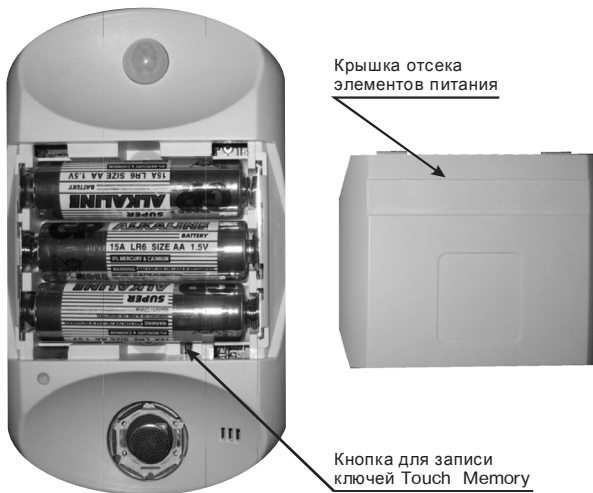

Рисунок 3.
- 1 Откройте крышку отсека элементов питания (рисунок 3). Для этого нажмите на боковые поверхности крышки с двух сторон и потяните ее на себя.
- 3** Снимите крышку отсека элементов питания прибора (рисунок 3).
- 3 Снимите крышку отсека элементов питания прибора (рисунок 3).
3 Снимите крышку отсека элементов питания прибора (рисунок 3).
Если элементы питания прибора разрядились до определенного порогового уровня, то при попытке включения охраны с помощью ключа Touch Memoгу раздаются три коротких и один длинный звуковой сигнал, охрана не включается. В этом случае необходимо заменить элементы питания. Если произойдет дальнейшее падение напряжения питания, прибор начнет посылать ложные тревоги, а затем и вовсе перестанет работать до замены элементов питания. Для замены элементов питания откройте крышку отсека элементов питания (рисунок 3) и, соблюдая полярность, замените их.